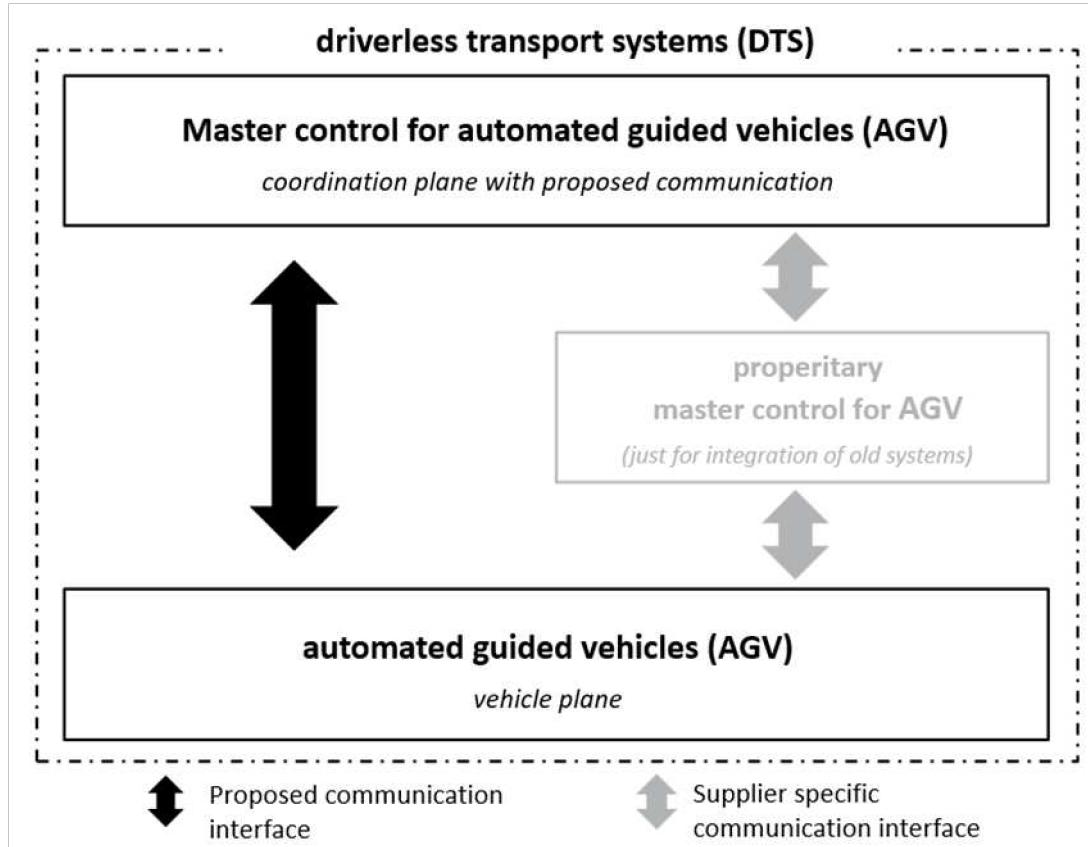

图 1 DTS 库存系统集成
- 通过在专有主控系统和上级主控系统之间实现垂直通信，集成专有 DTS 库存系统（参见图 1）。